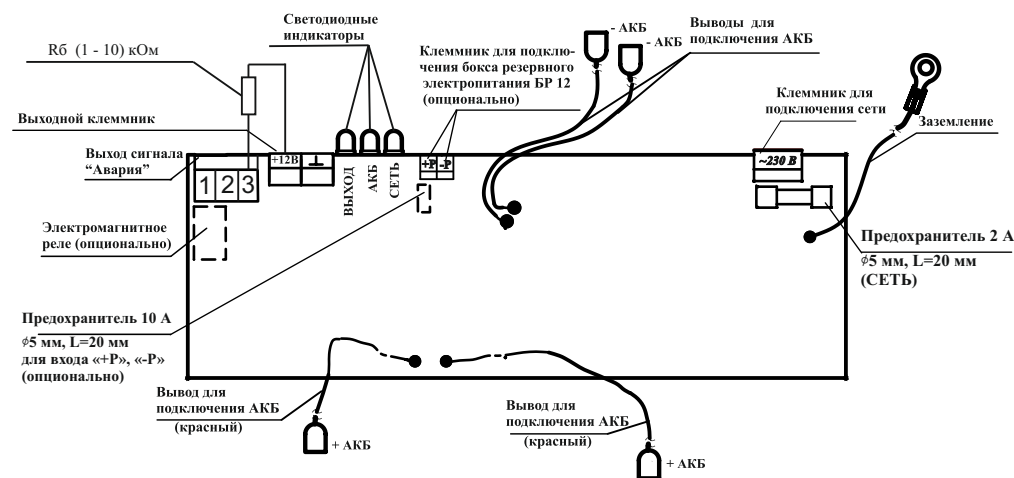

Рисунок 1 – Плата источника
6.3 Подключение соединений производить в следующей последовательности (см. рисунок 1):
При отсутствии АКБ измерение напряжения на выводах для подключения АКБ (см. рисунок 1) является некорректным и его величина не регламентируется. Напряжение ниже 10 В не считается неисправностью.